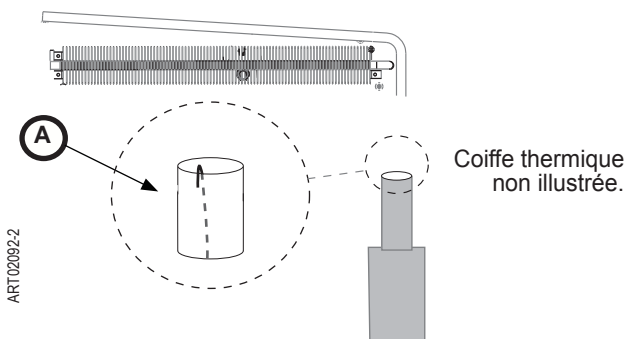

Fig. 16 - Tube d'évacuation / crochet du diffuseur de flamme
8. Installez les deux (2) vis qui maintiennent le bas du système de refroidissement à l'arrière du congélateur.
9. Vérifiez que le tube de cheminée n'est aucunement obstrué. Vérifiez que le diffuseur de flamme se trouve dans le tube d'évacuation. Le diffuseur de flamme est suspendu dans le tube d'évacuation par un fil (Fig. 16, A) accroché au sommet du tube.